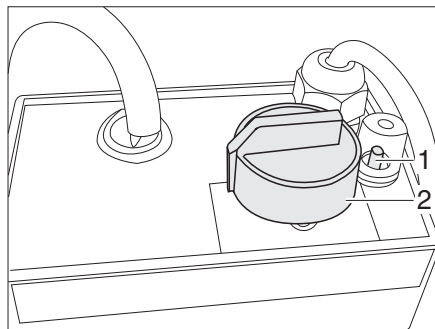

Fig. 219 Regulador para calentamiento eléctrico del piso
- Girar el regulador giratorio (Fig. 219,2) al nivel de calefacción deseado.
- Girar el regulador giratorio (Fig. 219,2) a la posición "0".
Cuando se sobrecarga el regulador, se activa la protección contra sobrecargas. El perno (Fig. 219,1) salta hacia fuera.
- Hundir el perno (Fig. 219,1) en la protección contra sobrecargas cuando se haya enfriado el regulador.